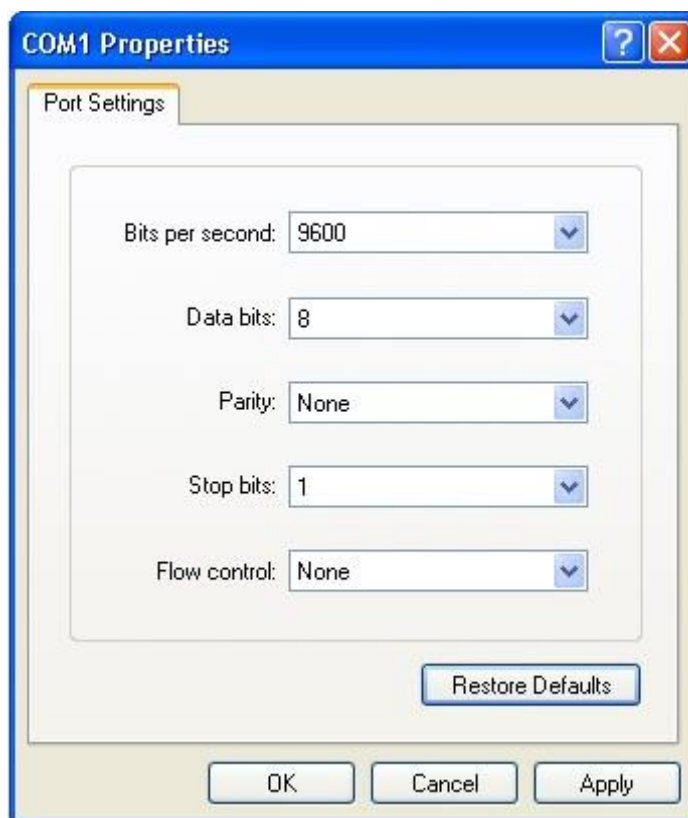

Рисунок 4-4.
- После того, как выбран последовательный порт, нажмите **ОК**. Отображается окно настроек параметров последовательного порта (Рисунок 4-4). Установите количество Бод на 9600, бит данных 8, проверка четности как нет, число стоп бит равно 1 и управление потоком установлено как нет.